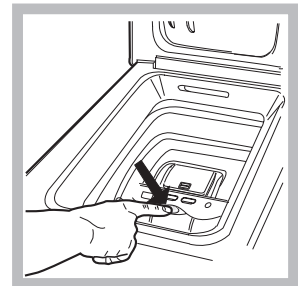

Abb. 2
Drücken Sie mit einem Finger leicht auf die auf der *Abb. 2* ersichtlichen Taste; die Trommel öffnet sich ganz sanft.
E) Endposition der Trommel (Abb. 2):